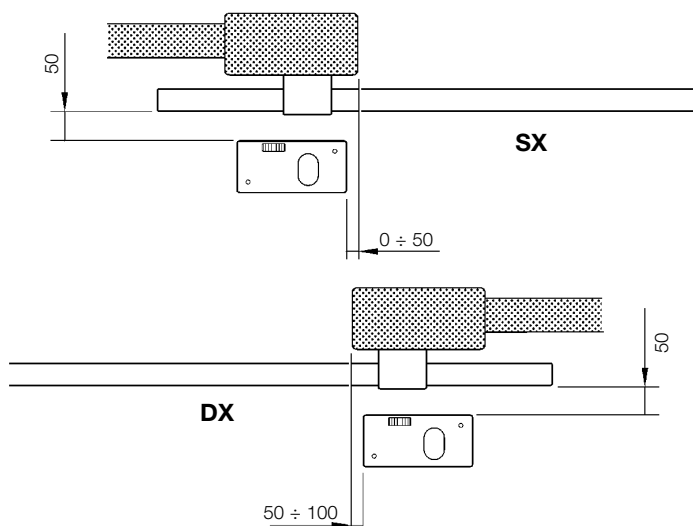
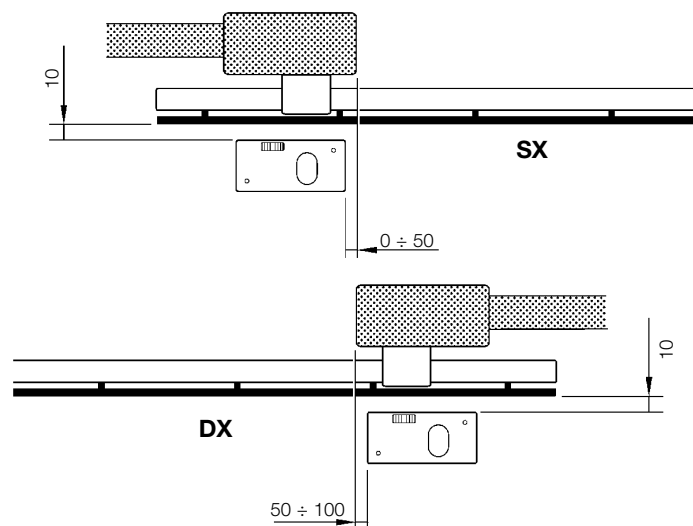
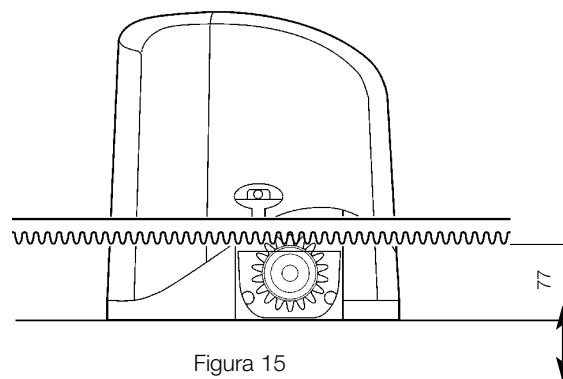

Figura 11
Figura 12
Figura 15
- Sia che il motoriduttore sia montato a sinistra "SX" che a destra "DX" è necessario che vengano rispettate le quote riportate in Figura 11 (cancello senza cremagliera) e Figura 12 (cancello con cremagliera già installata).
• Nel caso la cremagliera sia già montata sul cancello verificare che la sua posizione sia compatibile con i limiti di ingombro della Figura 15 e verificare che il passo della cremagliera sia modulo 4 (circa 12mm).
1 Eseguire uno scavo di fondazione, rispettando quanto indicato nel paragrafo "Verifiche preliminari" ed in particolare le quote di Figura 11 a pagina 7.
4 Posizionare la piastra di fondazione facendo in modo che il lato segnato dai solchi (che indicano la posizione del pignone) si trovi verso il cancello, rispettando le quote indicate in Figura 11.
1 Eseguire uno scavo di fondazione, rispettando quanto indicato nel paragrafo "Verifiche preliminari" ed in particolare le quote di Figura 12 a pagina 7. Porre particolare attenzione al fatto che la piastra di fondazione dovrà essere a 77mm dalla cremagliera, vedere figura 15.
4 Posizionare la piastra di fondazione facendo in modo che il lato segnato dai solchi (che indicano la posizione del pignone) si trovi verso il cancello, rispettando le quote indicate in figura 12.